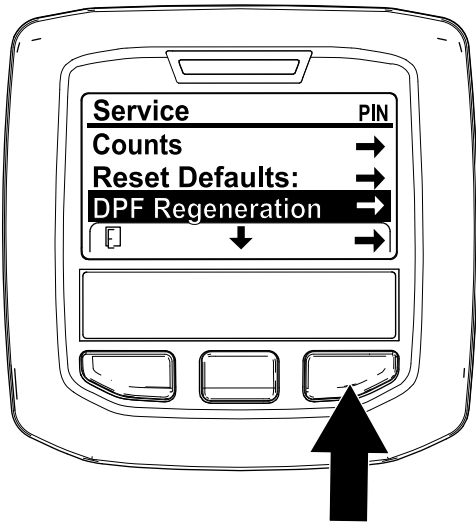

Figura 23
1. Aceda ao menu de manutenção, pressione o botão central para se deslocar para a opção REGENERAÇÃO DO DPF (Figura 23).
2. Pressione o botão direito para seleccionar a entrada Regeneração do filtro de partículas de gasóleo (Figura 23).